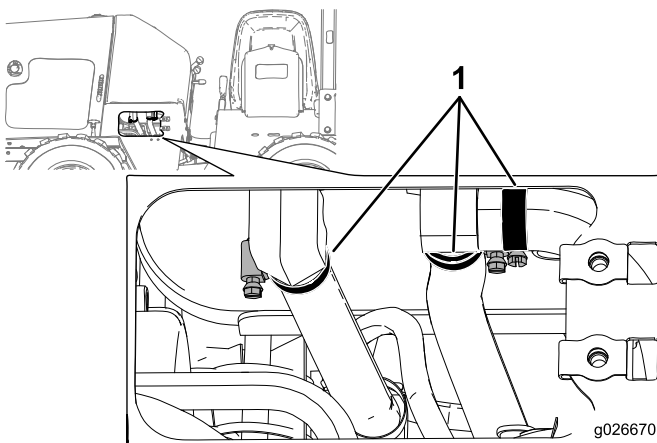

Figure 46
6. Déposez la plaque inférieure gauche et desserrez les 3 colliers sous le réservoir hydraulique (Figure 46).